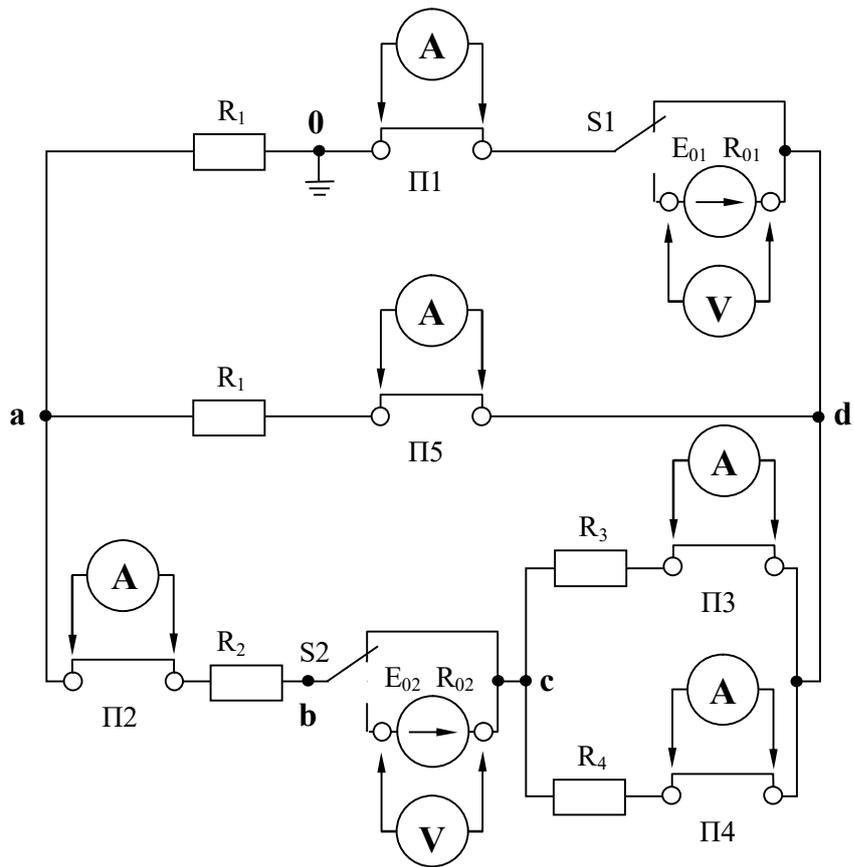

Рис. 1.1. Панель-схема исследуемой цепи
19. Для внешнего контура измерьте потенциалы в точках **a**, **в**, **с** и **d** относительно точки заземления - **0** (рис. 1.1). Для этого **оба источника необходимо включить**, черный штекер измерительного кабеля подключите к заземленной точке, а красный поочередно подключайте к остальным точкам контура. Результаты измерения фиксируйте **с учетом знака**, а показания занесите в табл. 1.6.